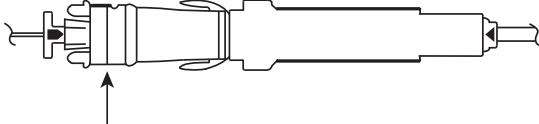

Figure 4 : Applicateur complètement installé dans la sonde
Attention : Pour pouvoir déployer correctement les culots, l'indicateur jaune de l'applicateur (D) doit être installé complètement contre la sonde et être aligné avec la flèche rouge. Voir la figure 4.